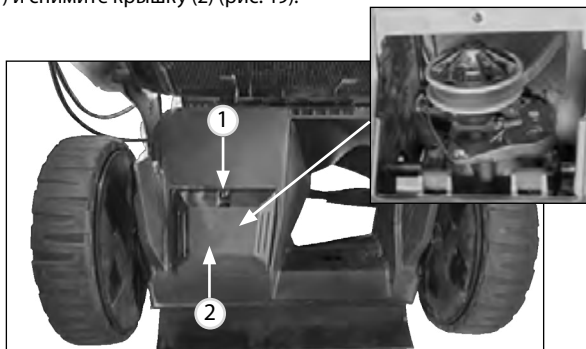

Рис. 19
1. Открутите винт (1) и снимите крышку (2) (рис. 19).